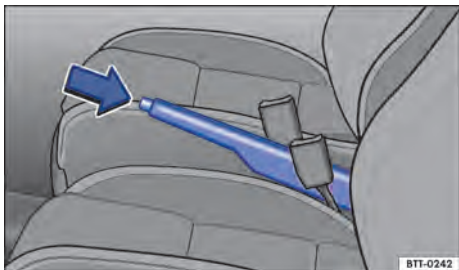

Fig. 110 Entre los asientos delanteros: palanca del freno de estacionamiento.
- Tirar de la palanca del freno de mano hacia arriba con la tecla de bloqueo presionada → **fig. 110** (flecha).
- Tirar de la palanca del freno de mano un poco hacia arriba y presionar la tecla de bloqueo → **fig. 110** (flecha).